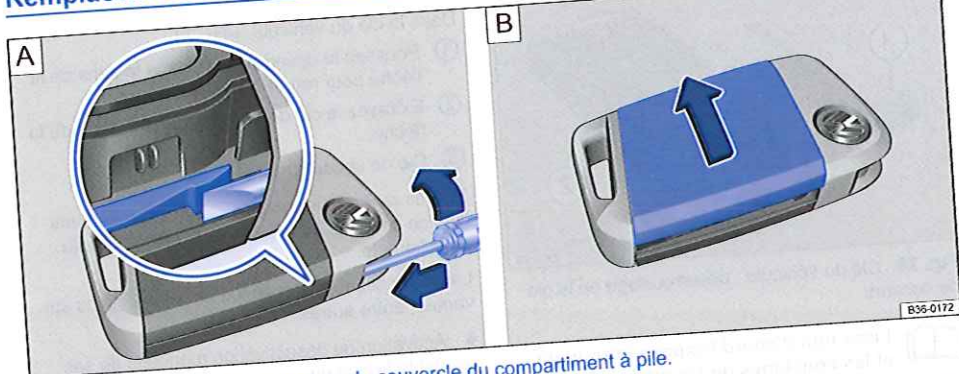

Fig. 31 Clé du véhicule : ouverture du couvercle du compartiment à pile.
La pile se trouve au dos de la clé du véhicule sous un cache $\Rightarrow$ fig. 31 [B].
- Tournez la clé du véhicule jusqu'à ce que l'emblème Volkswagen soit orienté vers le haut $\Rightarrow$ fig. 31 [A].
- Introduisez un tournevis avec une lame d'env. 3 mm de largeur à une profondeur d'env. 12 mm dans le guidage extérieur de la clé de secours à l'intérieur de la clé du véhicule (sens de la flèche) $\Rightarrow$ fig. 31 [A].
- Poussez le cache du compartiment pile dans le sens de la flèche $\Rightarrow$ fig. 31 [B] et retirez-le $\Rightarrow$ ①.
- Mettez en place le cache comme indiqué $\Rightarrow$ fig. 31 [B] et enfoncez-le sur le boîtier de la clé du véhicule dans le sens inverse de la flèche, jusqu'à ce qu'il s'encliquette.